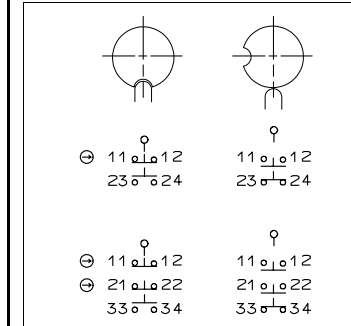

Fig. 6 : Eléments et fonctions de commutation
- Pour le brochage cf. Fig. 6.